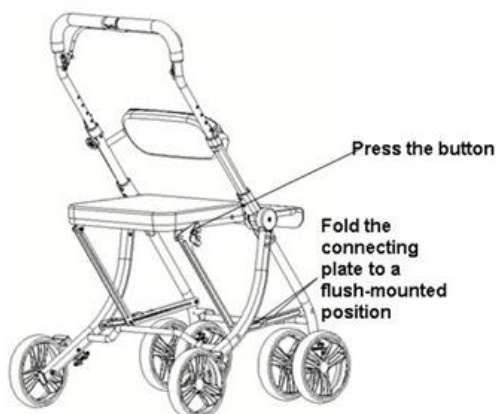

Figure 2
- W tym momencie dwie składane płyty znajdujące się pod spodem są wyrównane (zobacz rysunek 2), a wózek jest w pełni rozłożony (dla lepszej widoczności na ilustracji nie przedstawiono torby).